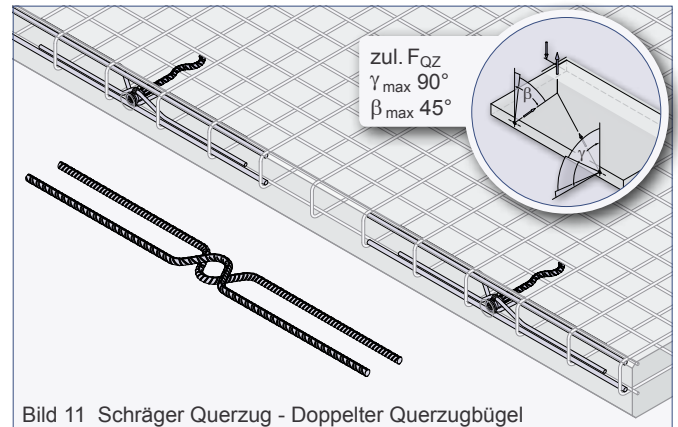
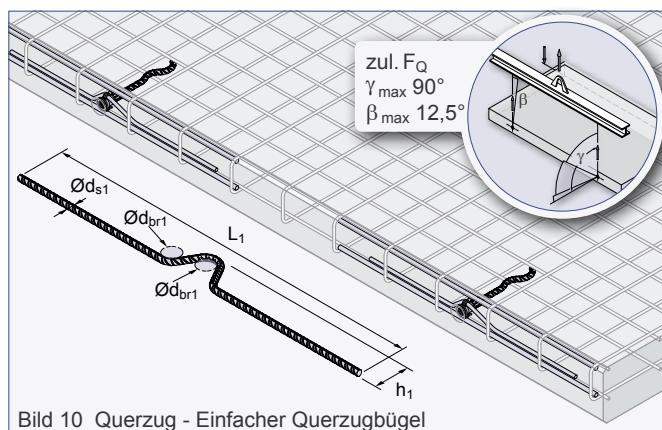
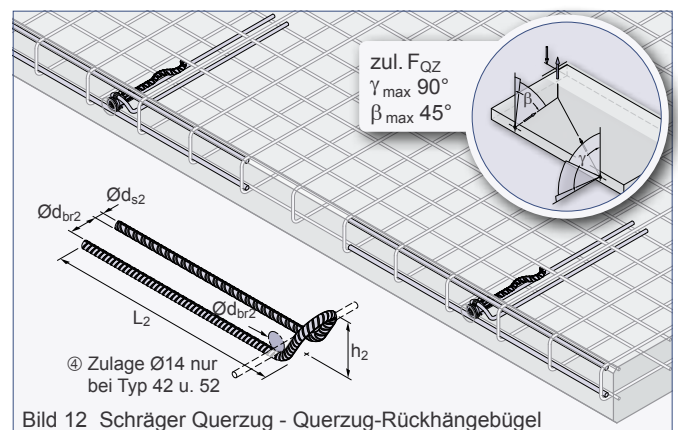

Bild 11 Schräger Querzug - Doppelter Querzugbügel
Bild 10 Querzug - Einfacher Querzugbügel
Bild 12 Schräger Querzug - Querzug-Rückhängebügel
Die Beanspruchung der Gewindetransportanker mit Querzug $\gamma > 15^\circ$ erfordert den Einbau einer Bewehrung nach Tabelle 7. Die Querzugbewehrung kann entweder als einfacher Querzugbügel (Bild 10), als doppelter Querzugbügel (Bild 11) oder als Querzug-Rückhängebügel (Bild 12) ausgeführt werden. Sie hat im Scheitelpunkt der Biegung Druckkontakt mit der Gewindehülse des Transportankers. Die Querzugbewehrung wird stirnseitig im Bauteil entgegen der Belastungsrichtung angeordnet. Das Aufrichten von Platten kann zu gleichzeitigem Schräg- und Querzug, dem so genannten schrägen Querzug, an den Transportankern führen (Bild 11 und Bild 12). In diesem Fall ist nur die Querzugbewehrung als doppelter Querzugbügel oder Querzug-Rückhängebügel erforderlich. Der Schrägzugfall wird beim Einsatz dieser Bewehrung ebenfalls abgedeckt. Beim Umliegen oder Aufstellen des Bauteils während der Montage muss die Lage der Querzugbewehrung beachtet werden (nur beim einfachen Querzugbügel gemäß Bild 10 und Querzug-Rückhängebügel gemäß Bild 12). Der doppelte Querzugbügel (siehe Bild 11) deckt die üblichen Lastrichtungen ab.
③ Die Mattenbewehrung ist als Mattenkappe oder mit gleichwertigen Bügeln auszuführen.
④ Zulage $\varnothing 14$, Länge = 600 mm erforderlich (siehe Bild 12)
⑤ Bei der Bewehrung "Einfacher Querzugbügel" (siehe Bild 10) ist ausschließlich F_Q ($\beta_{max} 12,5^\circ$) zulässig!